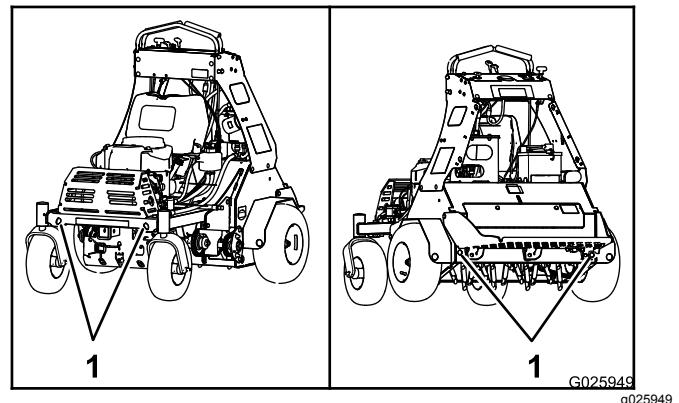

Figure 29
7. Servez-vous des points d'attache de la machine pour arrimer solidement la machine sur la remorque ou le véhicule de transport au moyen de sangles, chaînes, câbles ou cordes (Figure 29).